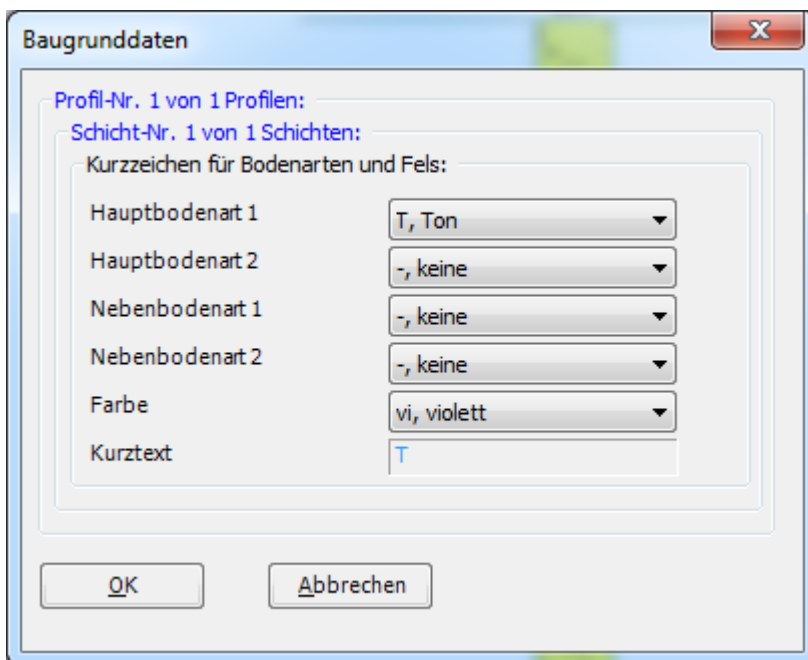

Bild 9.16 Dialoggruppenfeld "Kurzzzeichen für Bodenarten und Fels"
- Doppelklicken Sie auf Kurzzeichen der Schicht. Das entsprechende Dialogfeld im Bild 9.16 erscheint, um die geotechnischen Daten der Schicht zu modifizieren
- Wählen Sie "T, Ton" als Bodenart im Kombinationsfeld "Hauptbodenart 1" im Dialoggruppenfeld "Kurzzeichen für Bodenarten und Fels" im Bild 9.16. Die Farbe des Bohrprofils nach DIN 4023 wird automatisch erstellt. Man kann nach Wunsch die Farbe ändern. Auch wird ein kurzer Text "T" automatisch für Ton erstellt